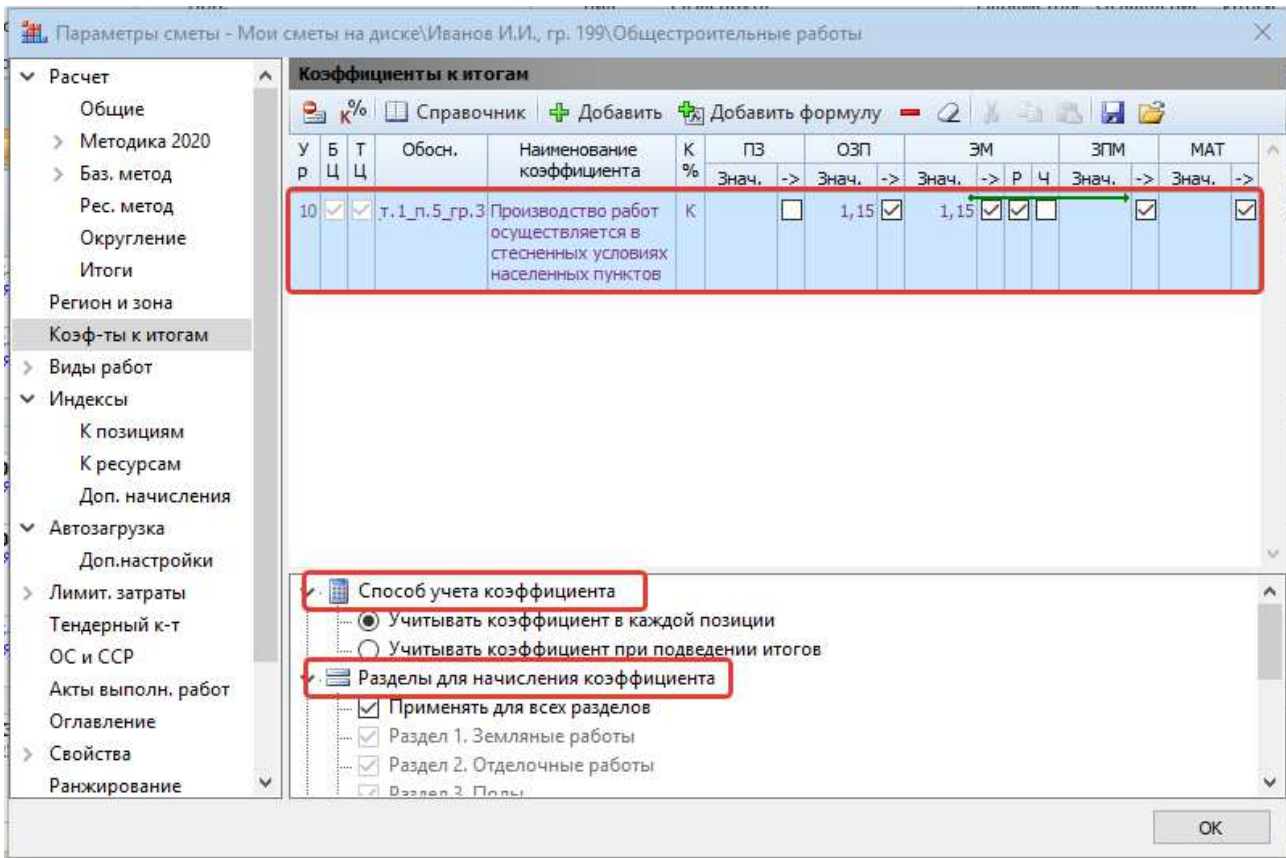

Рисунок 8.2. Коэффициент на стесненные условия
- Отпустите левую кнопку мыши, коэффициент добавится к начислению (рис. 8.2).